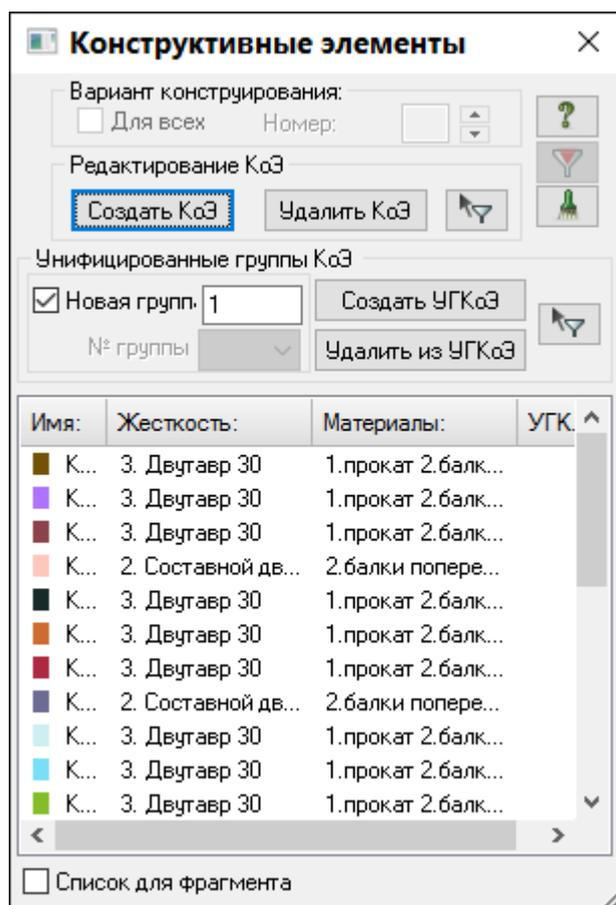

Рис.12.27. Диалоговое окно **Конструктивные элементы**
- Для создания конструктивных элементов вызовите диалоговое окно **Конструктивные элементы** (рис.12.27) щелчком по кнопке  – **Конструктивные элементы** (панель **Конструирование** на вкладке **Создание и редактирование**).